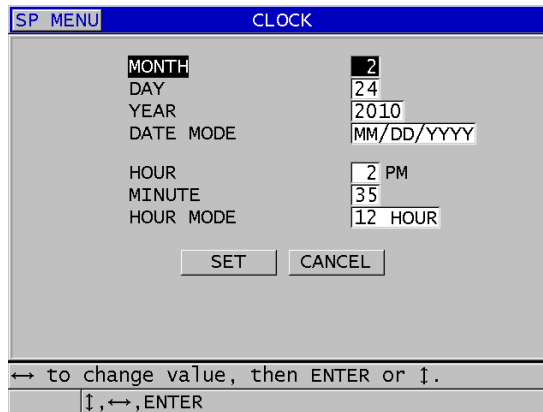

図 4-2 クロックパラメーターの選択
3. クロック画面で、以下の操作を行います（67ページの図4-2参照）。